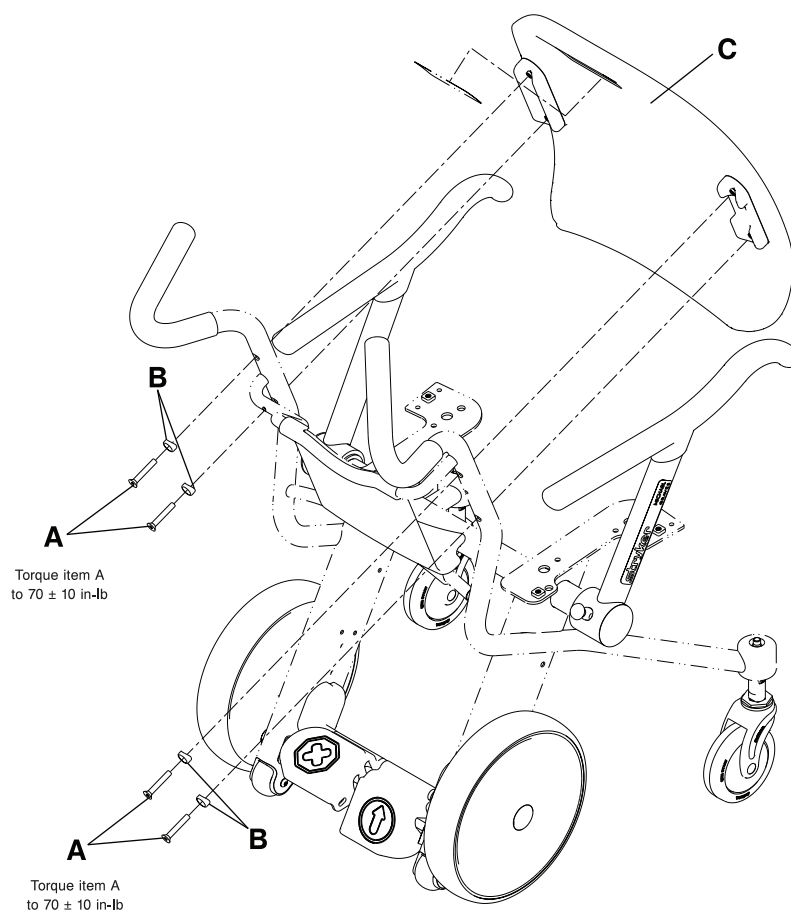

図15-20: 背もたれの取り外し
2. 3/16" 六角レンチを使用して、各4本の皿ネジ (A) とアダプター (B) を取り外し、車いすフレームから背もたれ (C) を取り外します。皿ネジ、アダプターおよび背もたれを保管しておきます (15-38ページの図15-20)。
3. 背もたれを再度取り付ける際は、3/16"六角レンチを使用し、(手順2で取り外した) 皿ネジ (A) とアダプター (B) 各4個を再度取り付け、車いすフレームに背もたれ (C) を固定します (15-38ページの図15-20)。3/8"駆動トルクレンチを使用して、ネジを  $70 \pm 10$  in-lb (  $8 \pm 1,1$  Nm ) のトルクで締めます。